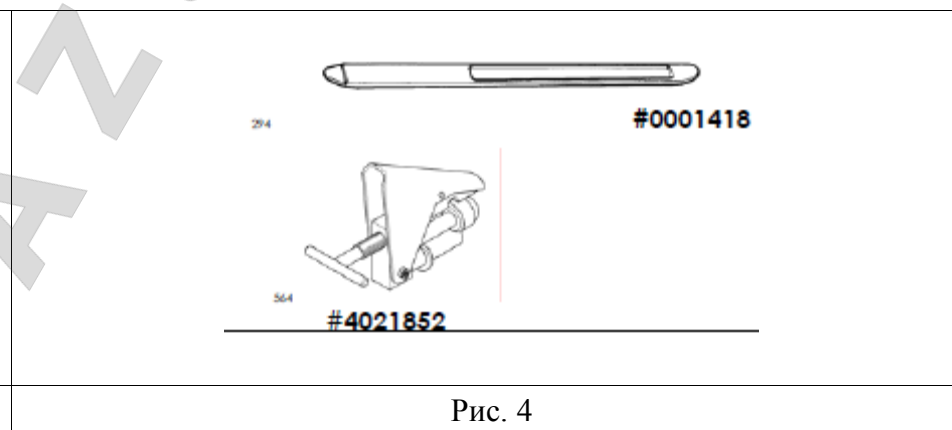

Рис. 4
1.8 АКЦЕССУАРЫ ПО ТРЕБОВАНИЮ (Рис.4)